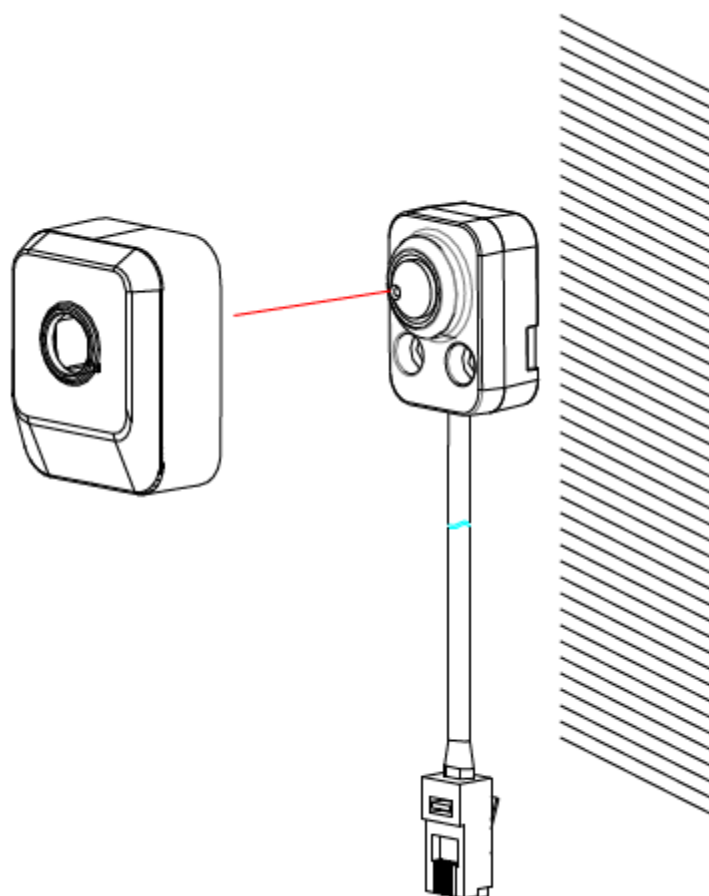

図 4-50 フードカバー
2. センサユニットを装飾カバーでシールドしてください。図 4-50 に示すように。